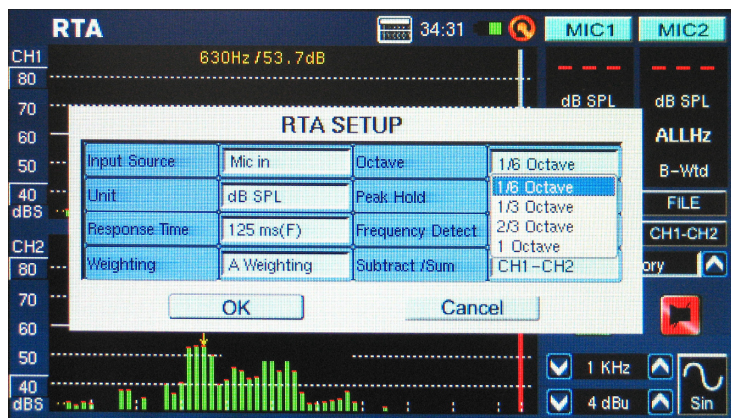

图 19
2. 根据您的计算偏好选择“octave”设置(图19)。用户可选择1 oct 解析率(RTA显示总共为10段), 2/3oct解析率(总共为15段), 1/3oct解析率(总共为31段)或1/6oct解析率(总共为61段)。